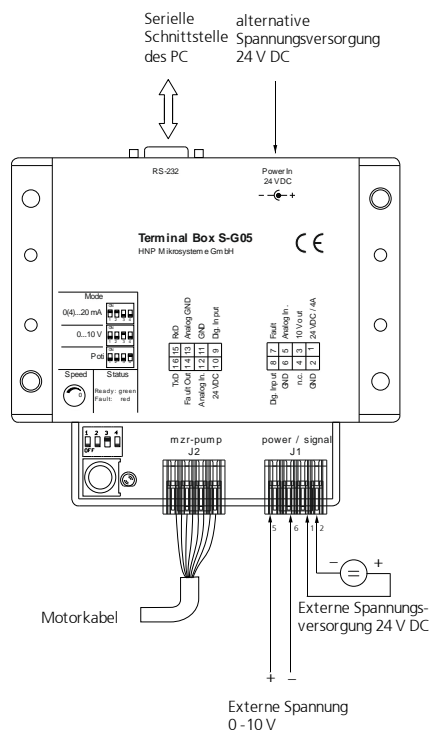

Bild 29
4. Schließen Sie externe Spannung 0-10 V an die Anschlussklemmen J1 »AnalogIn« und »GND« an das S-G05 an. (siehe Bild 29)